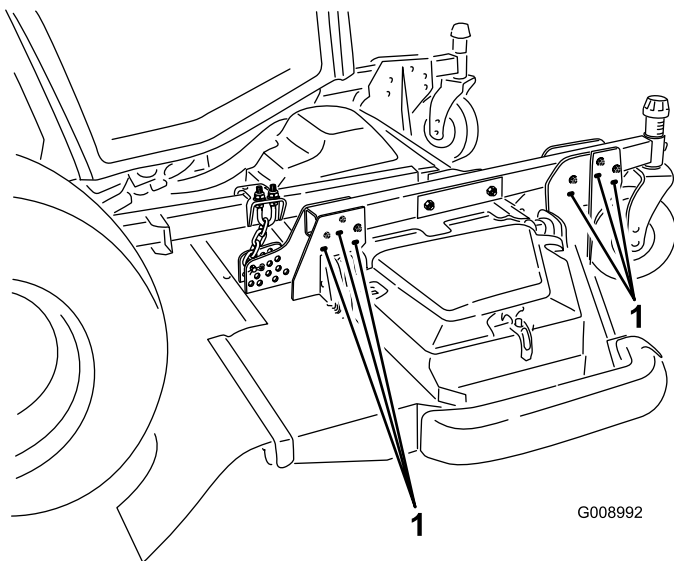

Bild 27
- Um eine Schnitthöhe von 102 bis 153 mm zu erhalten, entfernen Sie die Befestigungsschrauben, mit denen die Hängehalterungen des Mähwerks an den Schnitthöhenlaufadarmen befestigt sind. Befestigen Sie die Hängehalterungen des Mähwerks dann in den unteren Löchern an den Schnitthöhenlaufadarmen (Bild 27).